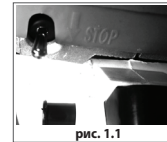

рис. 1.1
1. Установите тормоз цепи в нерабочее положение, сдвинув ручку тормоза в направлении передней ручки до касания, см. Рис. 1.1.